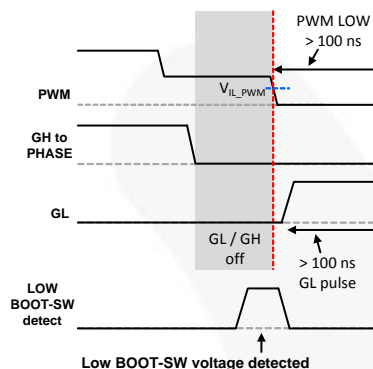
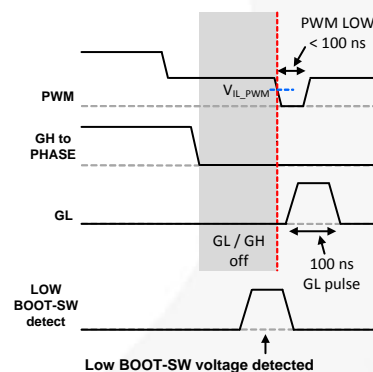

图 33. 检测到较低的 BOOT-SW 电压并且 PWM 从三态变为低电平的时间超过 100 ns
图 34. 检测到较低的 BOOT-SW 电压并且 PWM 从三态变为低电平的时间少于 100 ns
- 如果该部分以较低的 BOOT-SW 电压退出三态状况并且控制器发出 PWM=LOW 指令的时间为 100 ns 或更长，SPS 执行 PWM 输入指令。如果 PWM=LOW 的时间少于 100 ns，GL 保持导通 100 ns，然后执行 PWM 输入指令（参见图 33 和图 34）。